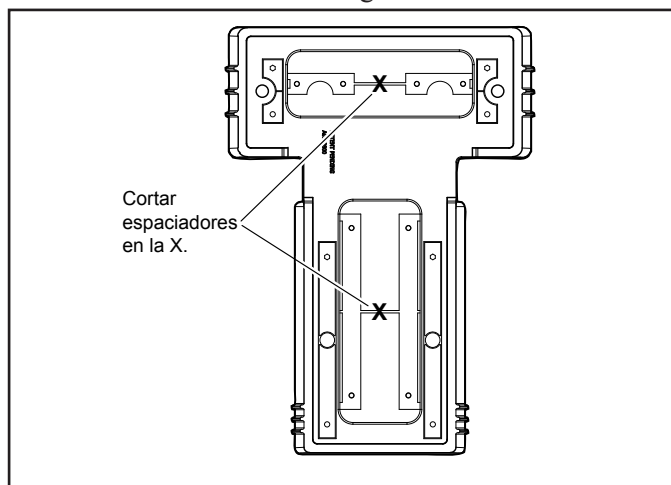
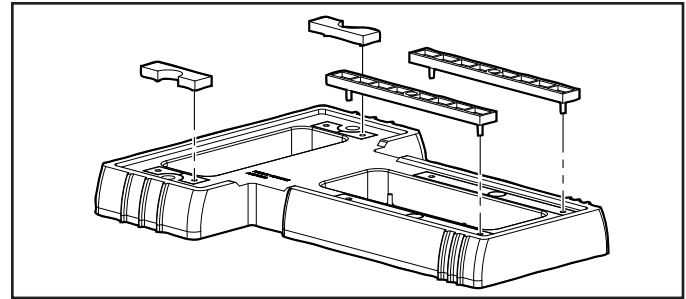

Figura 4. Corte los grupos de espaciadores fuera de la base
Figura 5. Encaje los espaciadores en su sitio
1. Utilizando una herramienta manual de corte, corte las barras de plástico que conectan los conjuntos superior e inferior de los espaciadores, como se muestra en la Figura 4.
2. Empuje los dos (2) espaciadores de arriba y los dos (2) espaciadores de abajo sacándolos de la base.
3. Alinee los pines en los cuatro (4) espaciadores con los orificios en la base y asegúrelos en su lugar como se muestra en la Figura 5.